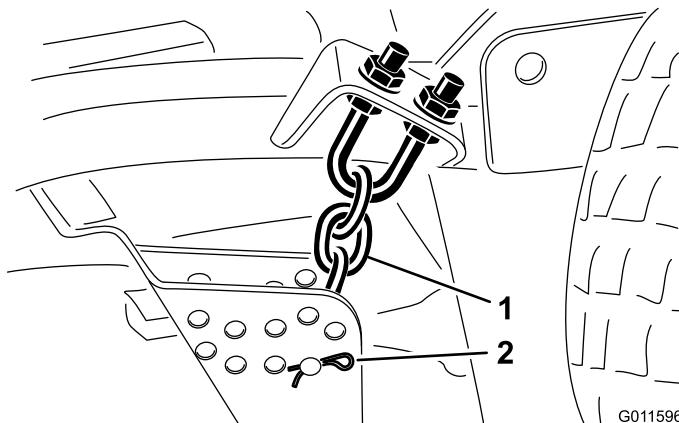

Figura 16
8. Retire o contrapino tipo grampo e pino de segurança que fixam as correntes da altura de corte à traseira da plataforma de corte (Figura 16).